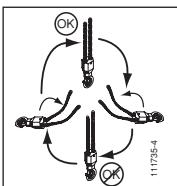

Fig. 4
2. Verificar se a corrente de elevação não sofreu qualquer torção durante a instalação, em particular para a versão dois troços (ver fig. 4).